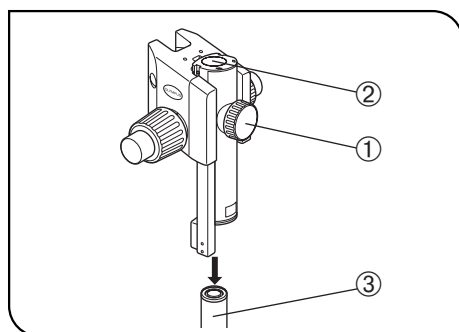

Fig. 16
1. Lossa först fokuseringsenhetens låsskruv ① helt och medan man håller fokuseringsenheten med båda händerna för man in pelaren ③ i monteringshålet ② underifrån. (Fig. 16)
2. Sänk fokuseringsenheten tills den stoppar och dra därefter åt fokuseringsenhetens låsskruv ①. (Fig. 16)
Om låsskraven ① dras åt medan pelaren ③ inte är helt införd i monteringshålet ②, kommer bladfjädern som stöder pelaren att deformeras och pelaren kommer inte att kunna tränga in i hålet. (Fig. 16)